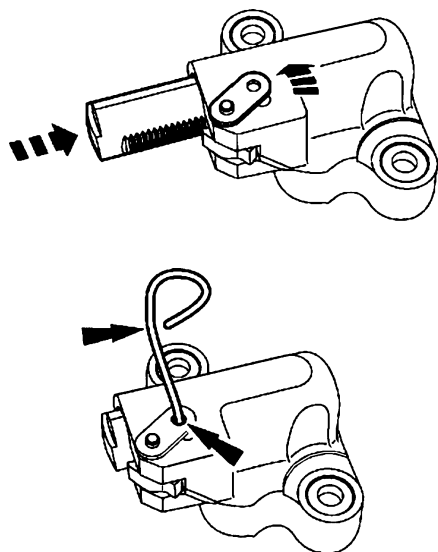

图 15-34 重新设置主正时链条张紧器
17) 如图 15-34 所示, 重新设置主正时链条张紧器: